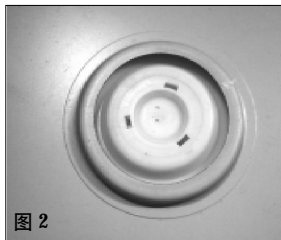

图2
1. 首先，将废光驱拆开。笔者使用的这款光驱吸盘固定在外壳上，稍凸起一些，这并不影响硬盘的安装（图2）。